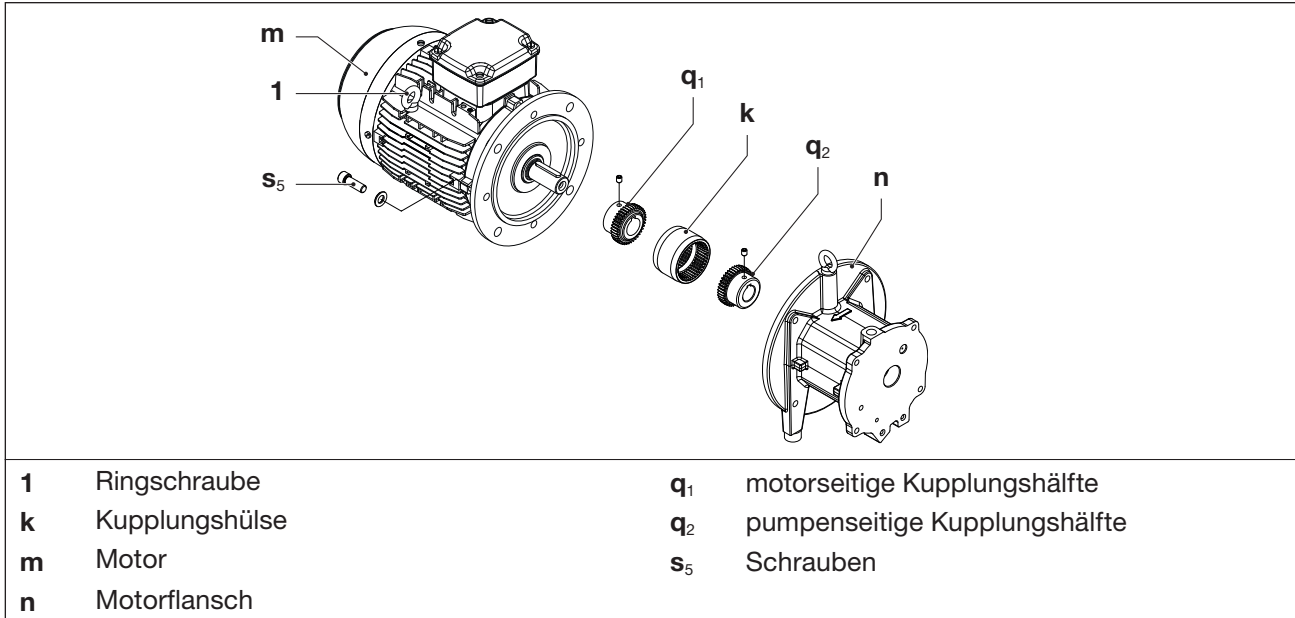

Abb. 10 Kupplung
Die Kupplungshülse (Abb. 10/k) unterliegt einem Verschleiß und muss regelmäßig (mindestens 1 x pro Jahr) überprüft werden.
- b) Die Ringschraube am Motor (Abb. 10/1) fest anziehen.
- d) Schrauben (Abb. 10/s₅) am Motorflansch (Abb. 10/n) lösen.
- e) Motor mit motorseitiger Kupplungshälfte (Abb. 10/q₁) vom Motorflansch (Abb. 10/n) axial abziehen und mittels Hebezeug aufhängen.
- f) Hülse (Abb. 10/k) auf Beschädigung und Verschleiß prüfen und gegebenenfalls tauschen.
- g) Hülse und Motor mit motorseitige Kupplungshälfte wieder axial aufschieben und mit den Schrauben (Abb. 10/s₅) am Motorflansch (Abb. 10/n) befestigen. Anzugsmoment: 90 Nm